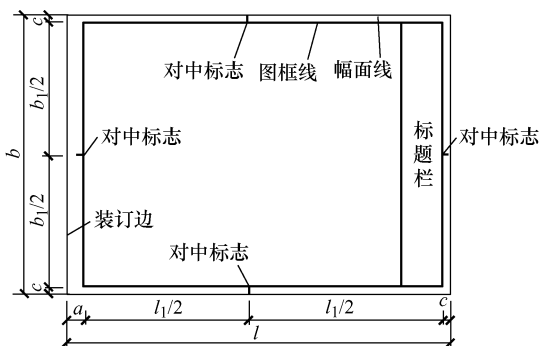

图 1-1 A0 ~ A3 横式幅面 (一)
(1) 幅面的尺寸, 参见表 1-3 及如图 1-1 ~ 图 1-4 所示。